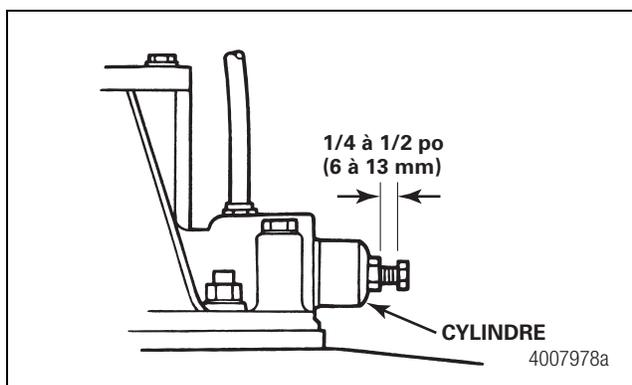

Figure 11.3
- D. Tourner le boulon d'engagement manuel vers la droite jusqu'à ce que la tête du boulon soit à environ 1/4 à 1/2 po (6 à 13 mm) du cylindre. Le boulon est maintenant en position de service et le DCDL est complètement verrouillé ou engagé. Figure 11.3. Une faible résistance est ressentie en vissant le boulon. Cette résistance est normale. Lorsqu'une forte résistance est ressentie avant que la tête du boulon s'approche à environ 1/4 à 1/2 po (6 à 13 mm) du cylindre, CESSER DE TOURNER LE BOULON et passer aux étapes E et F.